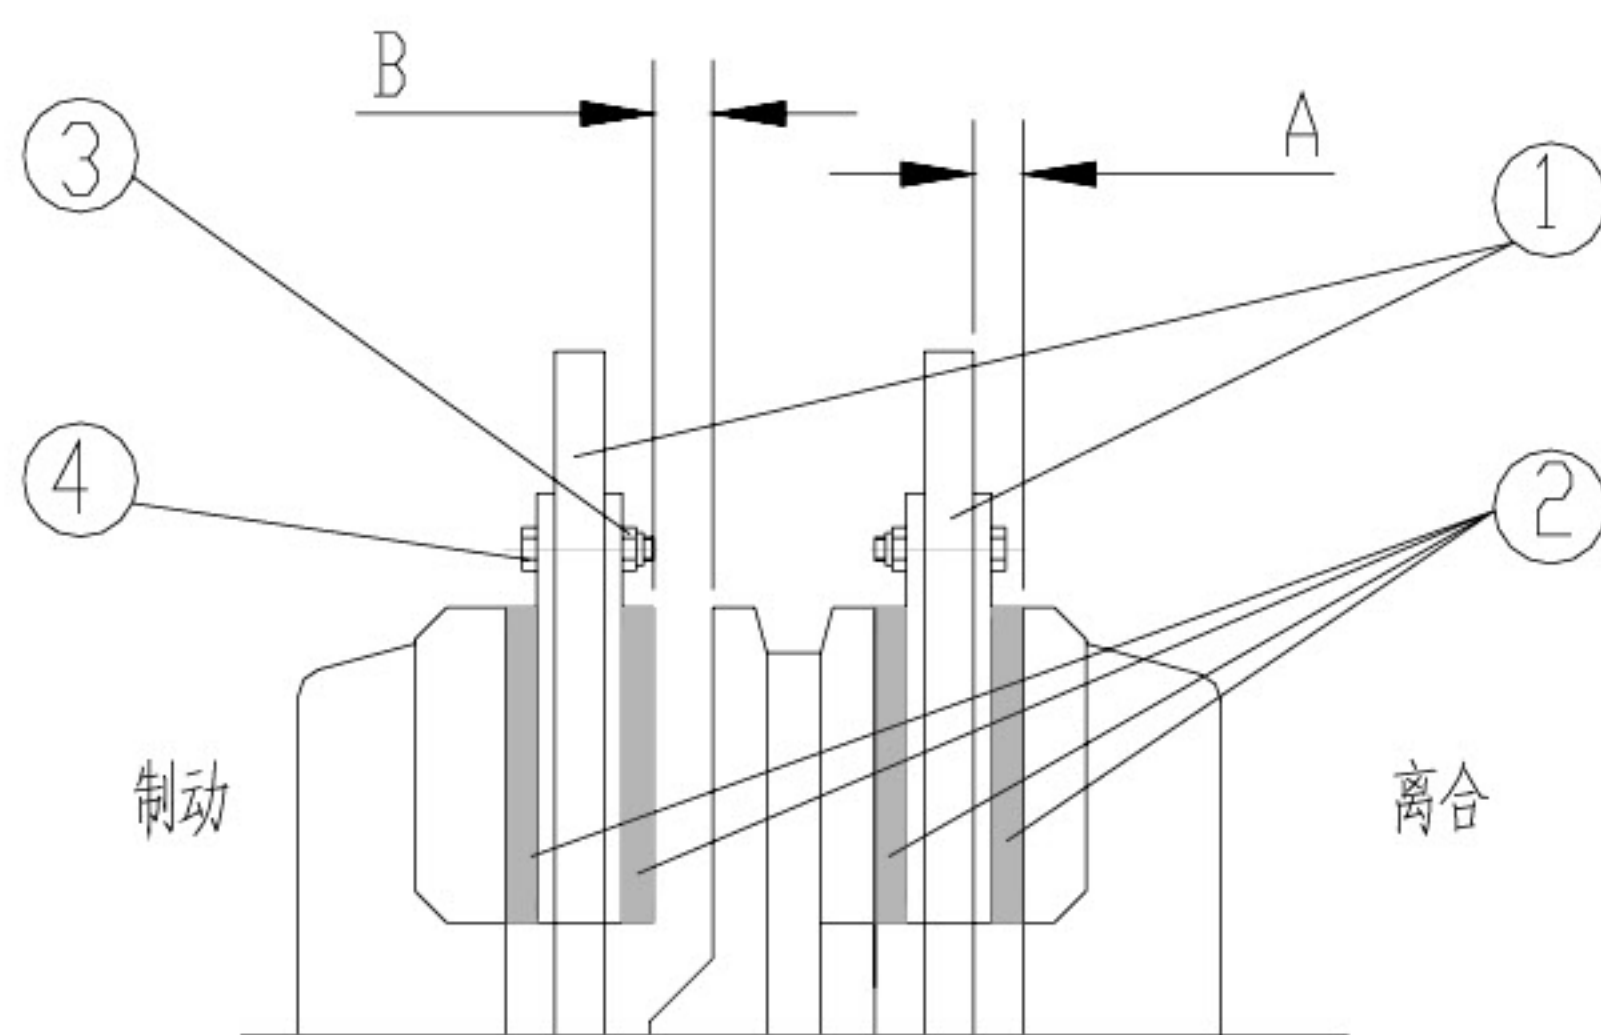

图10-1
(1) 离合器侧更换
- b) 拆下锁紧螺母和螺钉（图10-1中件3和4）
- c) 换上新的摩擦片（图10-1中件2）。
(2) 制动器侧更换